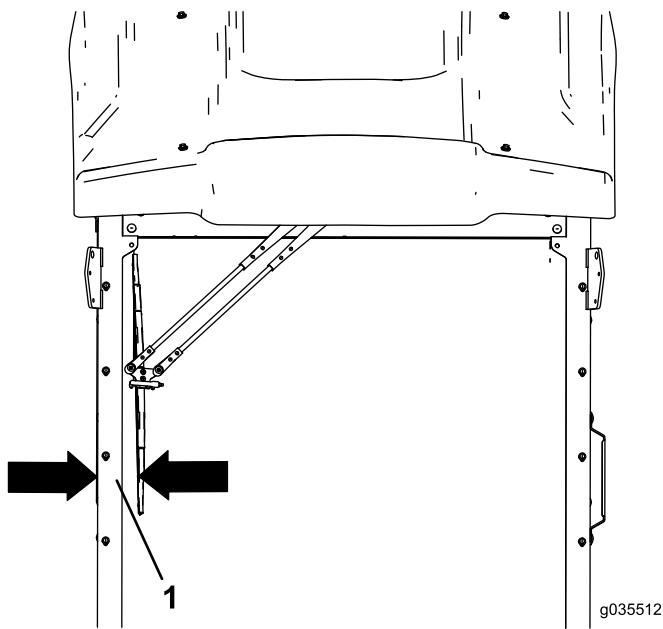

Figura 4
- Instale o braço do limpador para-brisa no motor espaçando a escova 76 mm afastada da borda do para-brisa (Figura 4).